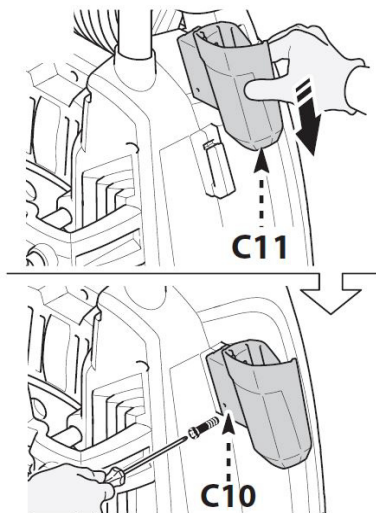

Abb. 6: Montage
Schritt 2: Stecken Sie die Halterung für die Sprühpistole (Pos. C11, Abb. 6) entsprechend der folgenden Abbildung seitlich auf das Gerät. Verwenden Sie die mitgelieferte Schraube (Pos. C10), um die Position der Halterung zu fixieren.